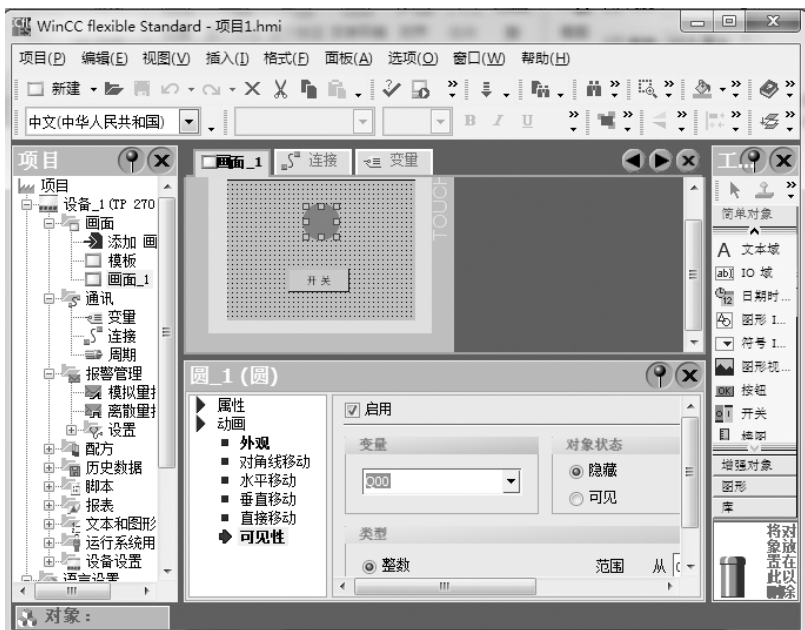

图 10-64 灯的组态（3）
⑥ 将对象的状态选定为“可见”。保存以上设置。灯的组态（3）如图 10-64 所示。